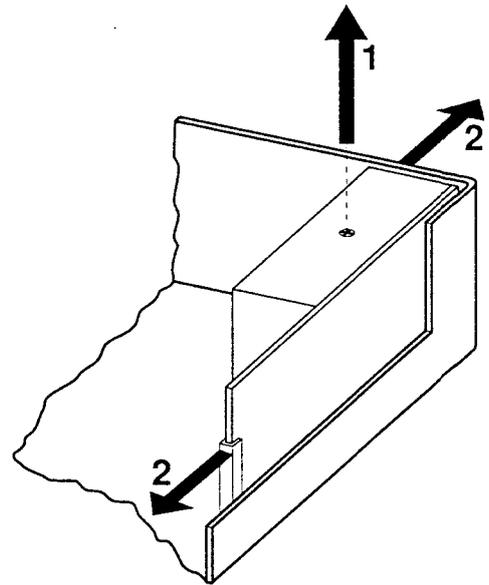

Fig.4
- Das Netzteil läßt sich nach Aufschrauben der Schraube auf der Oberseite u. Entriegeln der Schnapphaken entnehmen (siehe Fig.4)